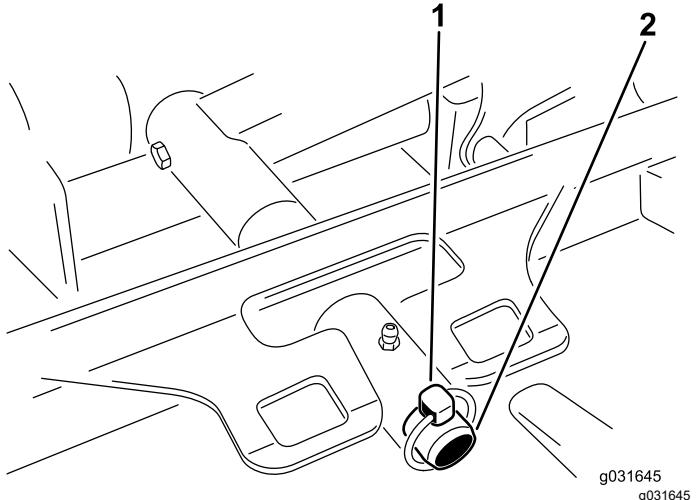

Figura 70
- Retire el pasador de seguridad o la tuerca de retención que sujeta el bastidor de tiro de la unidad de corte a la barra de giro del brazo de elevación (Figura 70).
- Coloque el bastidor de tiro de la unidad de corte sobre la barra de giro del brazo de elevación y fíjelo con el pasador de seguridad o la tuerca de retención (Figura 70).